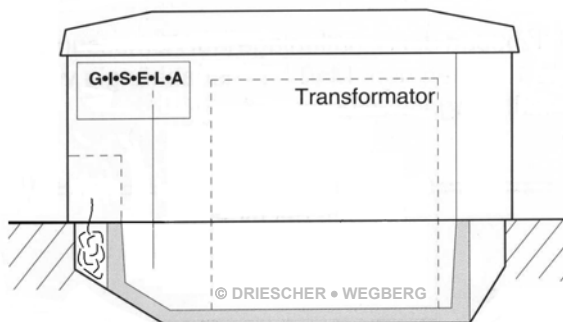
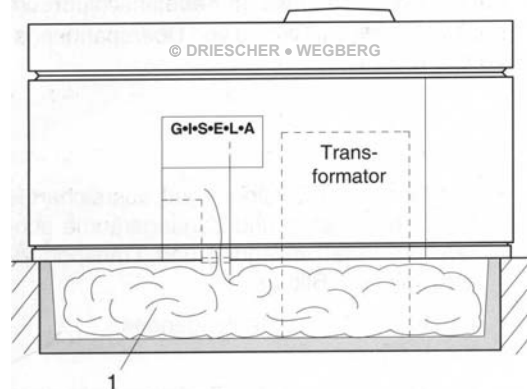
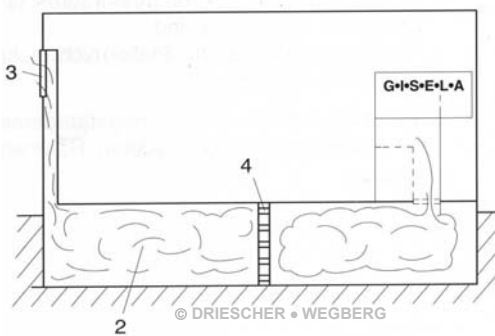

Bild 1 / rys. 1
Bild 2 / rys. 2
Bild 3 / rys. 3
- Bei Kompaktstationen Typ K und KSP Fa. DRIESCHER erfolgt der Druckausgleich ausschließlich im Kabelanschlussbereich (Bild 1). Ansonsten muss bei kompakten und begehbaren Stationen die Druckentlastung in den Kabelkanal (1) [Mindestvolumen ~3 m³] vorgesehen werden (Bild 2).
- Bei vorhandenem Kabelkanal (2) [Mindestvolumen ~1,1m³; Mindestquerschnitt – 0,25m² mit Öffnung (3) nach außen], diesen als Druckentlastungsraum nutzen.
- Durch Einbau von zwei Lagen Streckmetall (4) werden die Lichtbogengase zusätzlich gekühlt und der Austritt von heißen Gasen gemindert (Bild 3).
- W stacjach kompaktowych typu K i KSP firmy DRIESCHER wyrównanie ciśnienia ma miejsce wyłącznie w obszarze przyłączy kablowych (rys. 1). W przeciwnym razie w stacjach kompaktowych i z możliwością wchodzenia trzeba przewidzieć rozładowanie ciśnienia w kanale (1) [minimalna objętość ~3 m³] (rys. 2).
- Jeżeli istnieje kanał kablowy (2) [minimalna objętość ~1,1m³; minimalny przekrój – 0,25m² z otworem (3) na zewnątrz], wykorzystać go jako komorę rozładowania ciśnienia.
- Przez zabudowanie dwóch warstw stalowej siatki (4) gazy wywołane przez łuk świetlny będą dodatkowo chłodzone, co zmniejszy wydostawanie się gorących gazów (rys. 3).